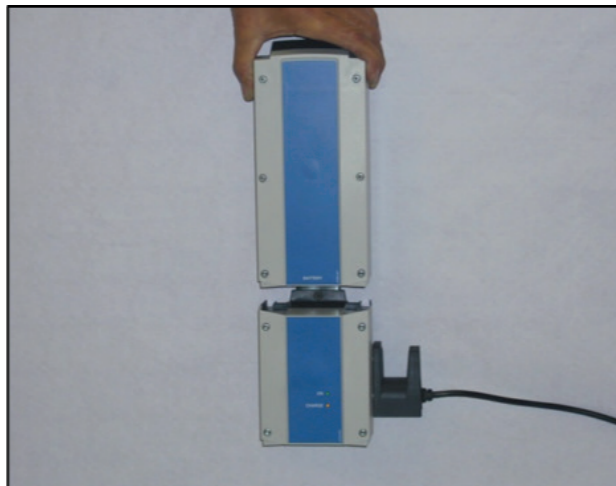
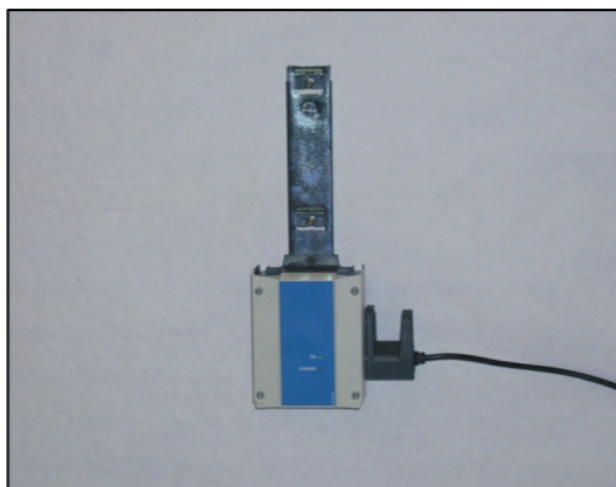

Fig. 1
Fig. 2
1. **Ladda externt (OBS!** För den här laddningsmetoden måste du ha tillgång till en extern batteriladdare, som köps separat och ser ut som i fig. 1 och fig. 2.)
b. Placera batterilådan i batteriladdaren (fig. 1). Batterilådans lampa lyser **gult** medan laddning pågår. När laddningen är klar lyser lampan **grönt**. Den externa batteriladdaren kan monteras på vägg (fig. 2):